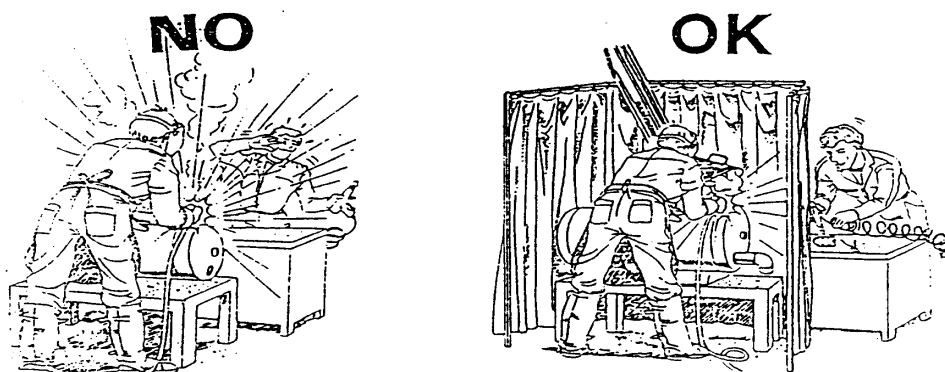

FIG.3
- La operación de soldadura tiene que ser realizada en un ambiente aislado respecto a las otras zonas de trabajo, para proteger a los operadores de radiaciones y humos. Si esto no es posible, el área de soldadura tiene que estar delimitada con paneles de protección de color negro, suficientemente anchos como para restringir el campo visivo de las persona que están cerca de la zona (Fig. 3).